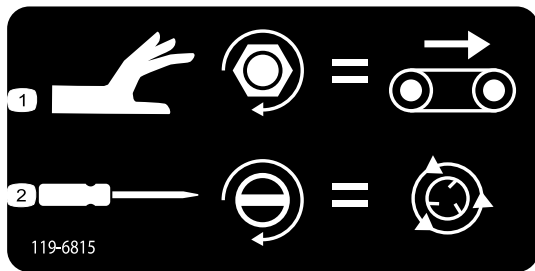

Bild 44
- Drehen Sie das Handrad nach rechts, um die Flurförderer-Geschwindigkeit einzustellen (**Bild 44**). Verwenden Sie die maximale Flurförderergeschwindigkeit des farbcodierten Betriebssystems, wenn Sie keinen Hydraulikfluss haben. Diese Einstellung ist hilfreich, wenn der Füllkasten mit Sand gefüllt ist.
- Sie können die Tellersteuer-Geschwindigkeit (Bild 44) erhöhen, wenn Sie mit einem flachen Schraubenzieher nach rechts drehen, oder Sie können sie verringern, wenn Sie nach links drehen.